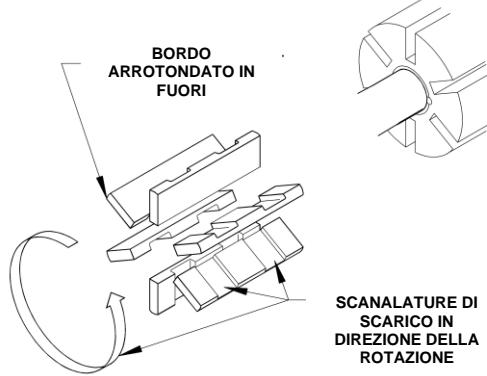

Figura 4 - Installazione della paletta
- 2) Per la sostituzione delle SOLE palette, rimuovere l'esterno testata (23) svitando i tappi a vite (21).
- 3) Girare a mano l'estremità dell'albero di trasmissione (53) finché una paletta del rotore (14) non viene a trovarsi in alto (a ore 12). Rimuovere la paletta.
- 4) Installare una nuova paletta, assicurandosi che il bordo arrotondato sia rivolto verso l'ALTO (faccia verso l'esterno) e che le scanalature di scarico siano rivolte VERSO la direzione di rotazione. Vedere figura 4.
- b. Inserire le nuove palette (14) nelle fessure del rotore tenendo i bordi arrotondati verso l'esterno, e le scanalature di scarico delle palette orientate VERSO la direzione di rotazione. Se necessario, fare riferimento alla Figura 4; spostare le asticelle di spinta con un piccolo cacciavite per installare le palette.